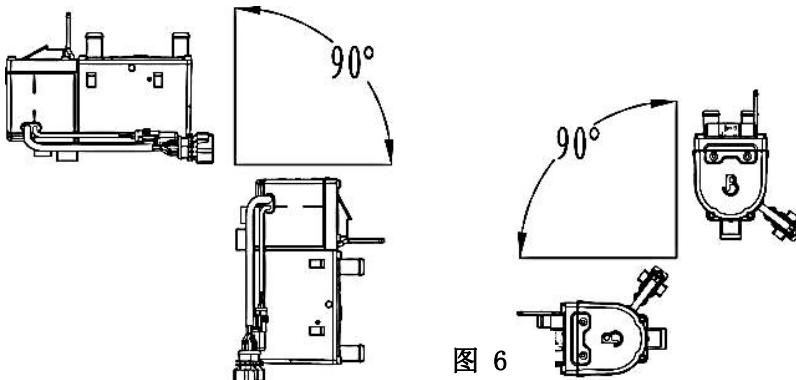

图 6
3.2.3 主机的安装方向应以利于水管中空气的排放。根据安装环境允许向指定方向倾斜,但偏离“正常安装位置”不能超过 90°。如图 6。正常安装位置为水平且排气口朝下。